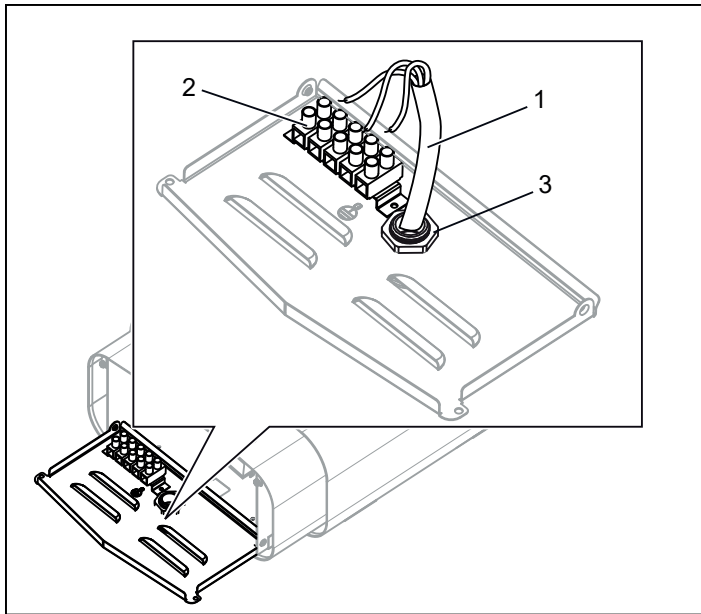
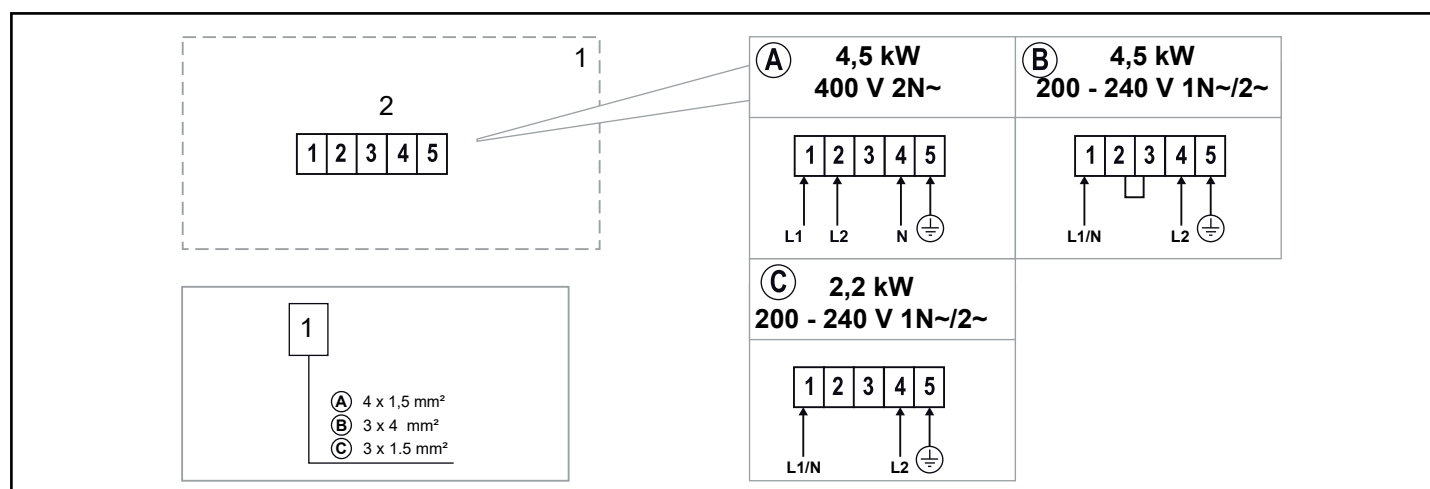

Fig 6: Inkoppling
Fig 15: Kopplingschema
3. Fäst dragavlastaren (3) och anslut elkabeln (1) i plint (2) (se Fig 6) enligt kopplingsschema (se Avsnittet Anslutning/kopplingsschema, se fig15).